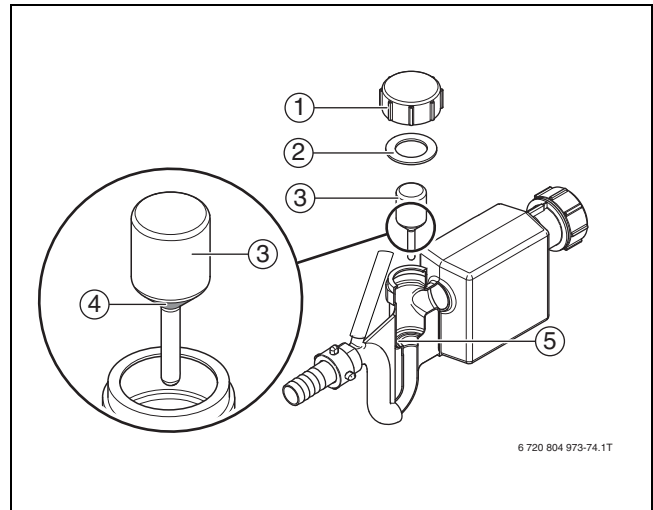
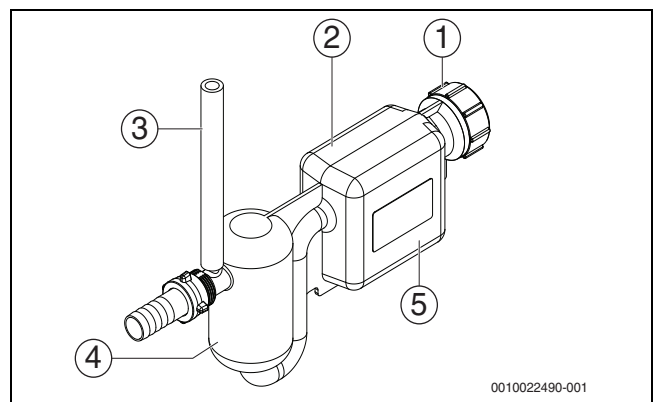
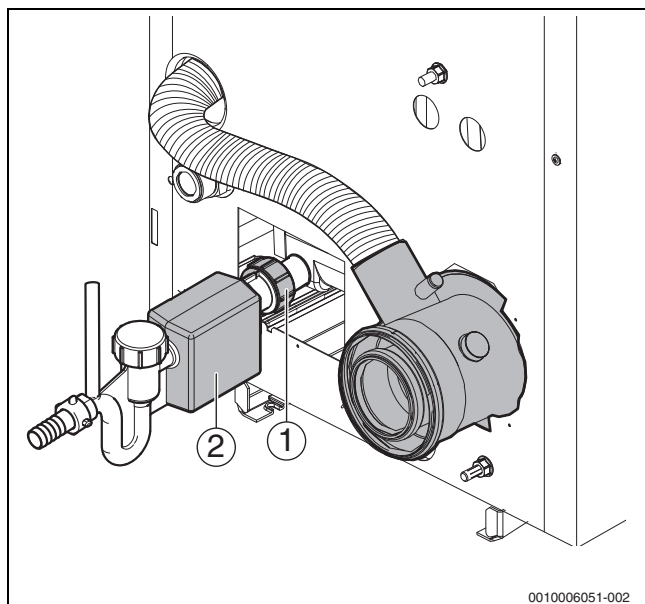

Bild 84 Siphon reinigen, Version 1
Bild 85 Siphon, Version 2
Bild 86 Kondensatwanne reinigen; dargestellt mit Siphon Version 1
Je nach Fertigungsstand können unterschiedliche Versionen des Siphons ausgeliefert oder montiert sein (→Bild 84 und 85). Die Verwendung eines Siphons ohne Schwimmer (Version 2) ist nur in Verbindung mit einem am Kessel installierten Druckwächter zur Abgasüberwachung zulässig. Dieser Siphon darf auch im Ersatzteillfall ausschließlich für Kessel mit Druckwächter zur Abgasüberwachung eingesetzt werden.
- ▶ Verschraubung am Anschlussstutzen der Kondensatwanne [1] lösen und Siphon [2] abnehmen (→Bild 86).
- ▶ Siphon (→ Bild 84]) an den Anschlussstutzen der Kondensatwanne (→ Bild 86) schrauben.
- ▶ Siphon (→ Bild 85; Ausgleichsvolumenbehälter [4] und Schmutzauffangbehälter [5]) mit Wasser befüllen.
- ▶ Siphon (→ Bild 85) an den Anschlussstutzen der Kondensatwanne (→ Bild 86) schrauben.
- ▶ Über den Entlüftungsschlauch (→ Bild 85, [3]) Wasser nachfüllen und dabei sicherstellen, dass der Siphon vollständig mit Wasser gefüllt ist.
Je nach Fertigungsstand können unterschiedliche Versionen des Siphons ausgeliefert oder montiert sein (→ Bild 84 und 85). Die Verwendung eines Siphons ohne Schwimmer (Version 2) ist nur in Verbindung mit einem am Kessel installierten Druckwächter zur Abgasüberwachung zulässig.